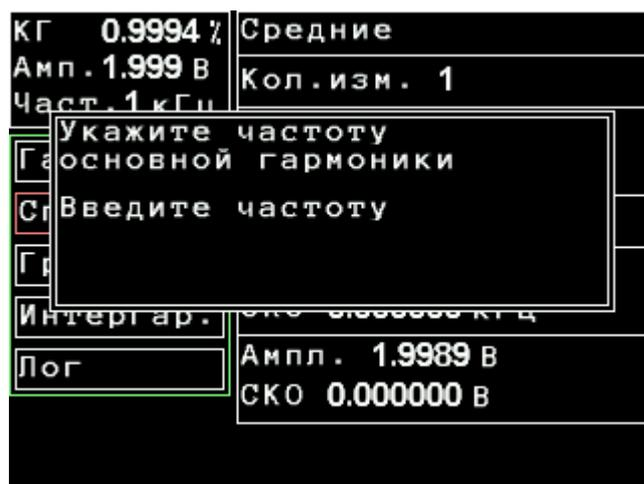

Рисунок 2.22. Окно ввода частоты основной гармоники
2.3.4.5 В режиме, когда автоматический поиск частоты основной гармоники выключен (см. 2.3.3.5, режим «Выключено»), частота основной гармоники задается вручную. Это делается с помощью клавиши **F** на передней панели СК6-220. После нажатия этой клавиши на экране отобразится окно ввода частоты (см. рисунок 2.22).